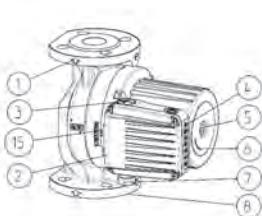
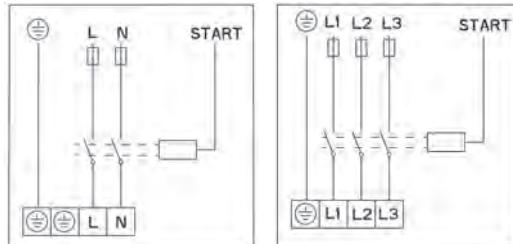

fig. 1
fig. 3
- la pompa va montata direttamente nelle tubature mantenendo orizzontale l'asse della pompa 1-1 (fig. 3).
- la direzione del flusso dell'acqua attraverso la pompa deve coincidere con la direzione della freccia sul telaio della pompa (fig. 1-POS.1).
- le flange di montaggio sono PN 6/10 (fig. 1 – POS. 8)
- GHN (basic auto), GHNM (basic, auto) – le pompe dispongono di un telaio idraulico semplice (fig. 1 – POS. 8)
Il conduttore di allacciamento viene collegato tramite il raccordo M20 (fig. 1 - POS. 7).
Il collegamento elettrico va effettuato secondo lo schema di collegamento (fig. 3) riportato sulla parte inferiore del coperchio del motore. Prima di eseguire il collegamento bisogna svitare il coperchio superiore (fig. 1 - POS. 2)
Nelle pompe di tipo GHN (basic, auto), GHND (basic, auto), GHNM (basic, auto), GHNMD (basic, auto) il rotore è immerso nell'acqua è posto su particolari cuscinetti lubrificati con l'acqua e perciò prima dell'avviamento bisogna riempire la pompa con l'acqua ed eliminare l'aria. L'aria va eliminata dalle pompe svitando la vite sul lato posteriore dell'elettromotore (fig. 1 - POS. 5) che determina l'uscita dell'aria attraverso la fessura tra l'albero del motore ed il cuscinetto. Quando comincia a uscire l'acqua bisogna chiudere le valvole dal lato dell'aspirazione e quello della pressione della pompa e avviare la pompa. Se l'albero gira nella direzione sbagliata comincerà a lampeggiare l'indicatore rosso.
Ogni pompa è capace di coprire l'area di tre caratteristiche idrauliche. Ciò viene reso possibile grazie al montaggio di un elettromotore dotato di tre differenti velocità. Per ottenere le caratteristiche prescelte ovvero le velocità, ① ② ③ la pompa dispone di un tasto da premere ➤ (fig. 1-POS.4) con il quale si commutano le velocità.
Spegnere la pompa, chiudere le valvole sulla parte di pressione e di aspirazione della pompa, svitare la vite di sfato con il cacciavite (fig. 1-POS.5) che va immesso nell'intaccatura sull'albero. Questo va girato fino a che non svanisce la forza di attrito. Stringere quindi la vite di sfato.